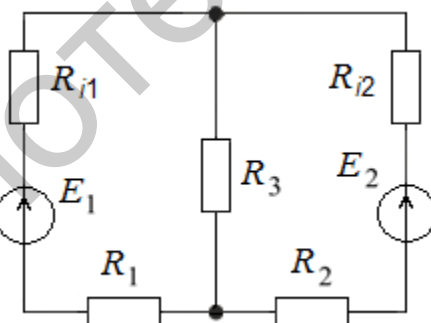

Рис. 118
51. В схеме (рис. 118) $E_1 = 19$ В; $R_{i1} = 0,1$ Ом; $E_2 = 140$ В; $R_{i2} = 0,3$ Ом; $R_1 = 0,9$ Ом; $R_2 = 3,7$ Ом; $R_3 = 10$ Ом. Определить токи в ветвях методом узловых потенциалов.